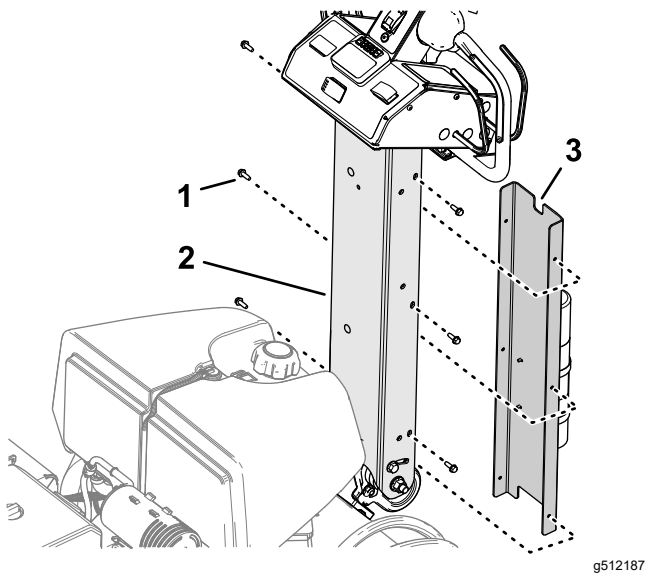

図 12
1. ハンドルバーカバーについている小さいノッチを、ノッチアップに合わせる 図 12。